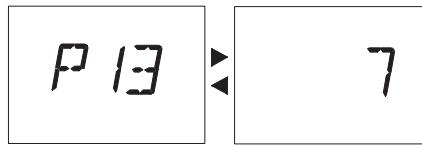

Рис. 41
- На ЖК-дисплее параметр **P13** чередуется с **7** (Рис. 41).